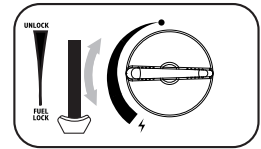

fig. 5
6. Regolare la manopola di comando nella posizione desiderata (fig.5) Non portare mai la leva della cartuccia (6) in posizione "UNLOCK" durante l'uso!